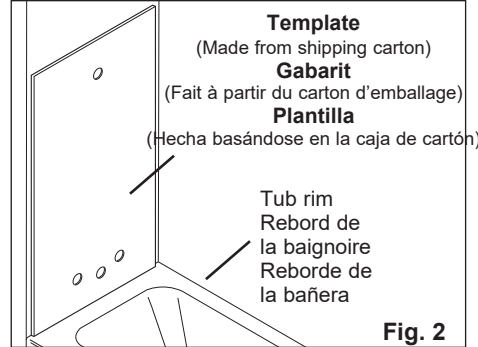

Fig. 2
- d) Mark one side of the template with an «X» and position the template (within 3 mm of the front edge of the bathtub) with the «X» side against the bathtub end wall with the exposed plumbing. **Fig. 2.** Mark the position of the faucet handles, bathtub spout and shower arm on the template. Check for accuracy and cut.
- f) Tape corner panels (B) firmly in position against wall.
- d) Marquer d'un «X» le côté du gabarit touchant le mur. Placer le gabarit (à 3 mm du rebord avant de la baignoire) contre le mur contenant la tuyauterie. Marquer la place des tuyaux, de la robinetterie et de la douche et percer les trous nécessaires sur le gabarit. **Fig. 2.** Replacer le gabarit sur le mur pour vérifier l'emplacement des trous et couper.
- d) Marque con una «X» el lado de la plantilla que hace contacto con el muro. Coloque la plantilla (a 3 mm del reborde delantero de la bañera) contra el muro que contiene la tubería. Marque el lugar de los tubos, la grifería y la ducha y perforo los orificios necesarios sobre la plantilla (**Fig. 2**). Vuelva a colocar la plantilla sobre el muro para verificar la ubicación de los orificios y cortar.
- f) Coloque los dos paneles de las esquinas (B) apoyándolos contra los muros.